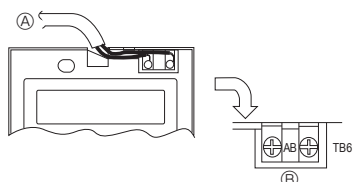

Fig. 6-4
2) Aansluitprocedure (Fig. 6-4)
① Sluit de afstandsbedieningskabel aan op het aansluitblok.